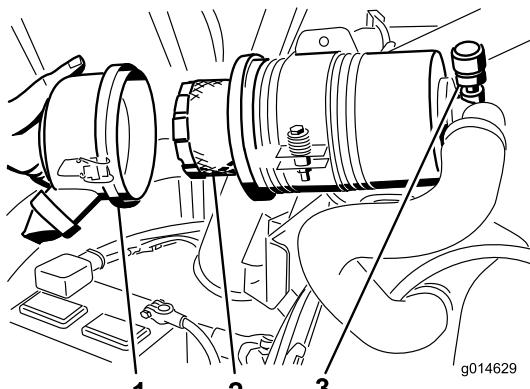

Figura 53
- Retire e substitua o filtro (Figura 53).